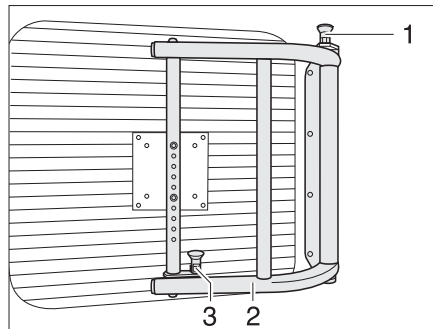

Fig. 60 Brazo giratorio para pantalla plana
- Tirar los botones de desbloqueo (Fig. 60,1 y 3) hacia arriba para desbloquear el brazo giratorio.
- Girar la pantalla plana con el soporte (Fig. 60,2) a la posición deseada.